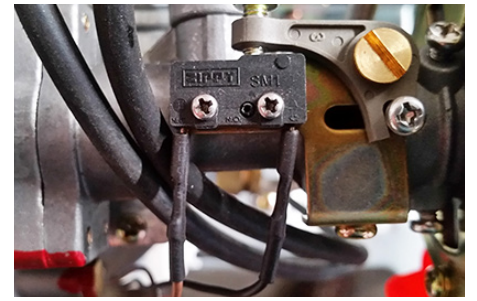

Fig. 16
- Sconnettere i cavi del microinterruttore (Fig. 16)